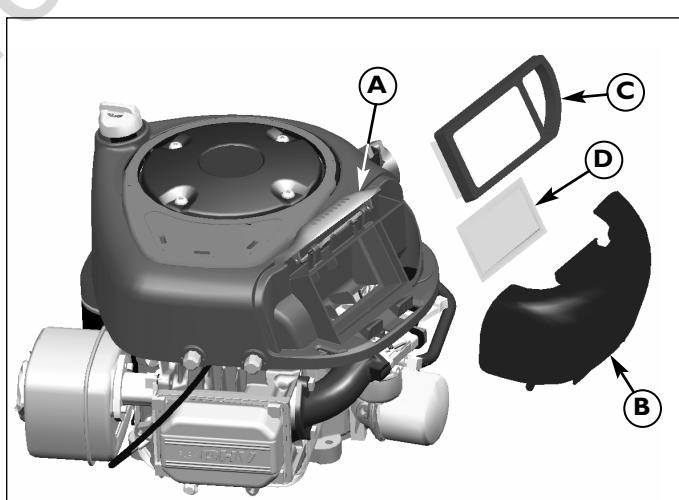

Figura 30. Mantenimiento del filtro de aire: Modelos Briggs & Stratton de un cilindro
2. Gire la traba del filtro de aire (A) hacia dentro.
4. Levante el depurador de aire (C, Figura 30) y el predepurador (D), si está instalado, del alojamiento del ventilador.
5. Instale el predepurador (D) con la malla hacia arriba. Instale el filtro (C) según se muestra.
6. Instale la tapa (B), asegurándose de que las lengüetas queden insertas en las ranuras correspondientes. Sujétela con la traba (A).